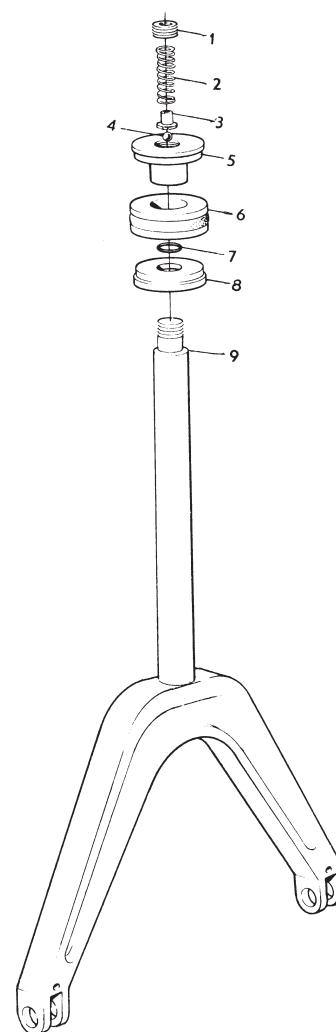

Fig. 45. Lyftgaffel
11. Pressa på kolvens underdel (8 fig. 45) med största diametern nedåt, till avsatsen (9) på lyftgaffeln. Läg därefter O-ringen (7) på lyftgaffelns topp och skjut försiktigt ner den med hjälp av äntringsdorn 884423 till spåret i kolvens underdel.
14. Släpp ner kulan (4 fig. 45) i ventilens säte på lyftstångens topp. Placera därefter ansatsen (3) med plattan mot kulan och fjädern (2) över ansatsen. Skruva fast insex-pluggen (1) i kolvens överdel.